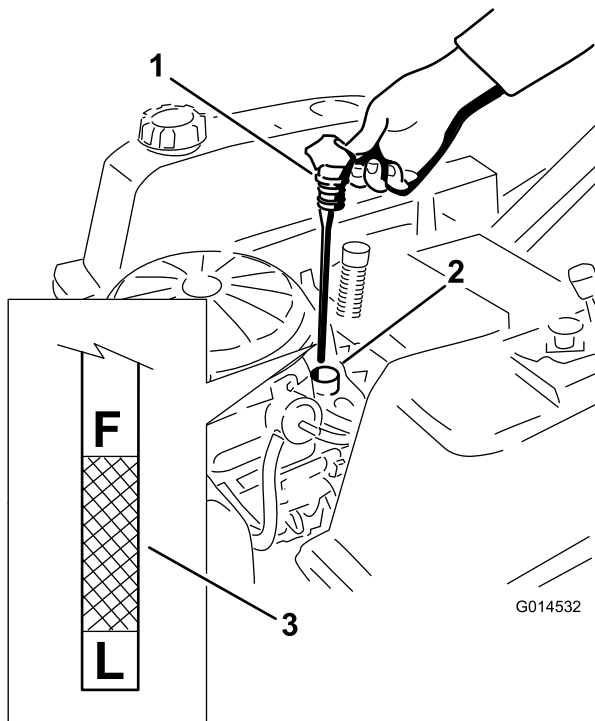
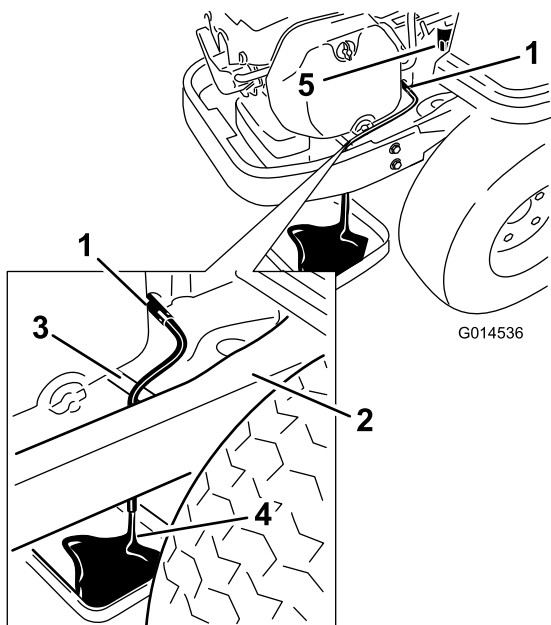

Figure 30
Figure 32
4. Sortez le bouchon de remplissage/la jauge de niveau d'huile et essuyez-la sur un chiffon. Remettez la jauge en place en l'enfonçant au maximum (Figure 30).
5. Sortez de nouveau la jauge et contrôlez le niveau d'huile (Figure 30).
- Placez un bac de vidange sous la machine, juste sous le flexible de vidange, comme montré à la Figure 32.
- Tournez le robinet de vidange d'huile de 1/4 de tour dans le sens anti-horaire pour l'ouvrir et permettre à l'huile de s'écouler (Figure 32). Enlevez le bouchon de remplissage/la jauge (Figure 30).
- Enlevez le filtre usagé et essuyez le socle de montage (Figure 32).
- Fermez le robinet quand la vidange d'huile est terminée. Enlevez le flexible de vidange et essuyez les coulées d'huile sur le cadre (Figure 32).
- Versez avec précaution environ 80 % de la quantité d'huile spécifiée dans le goulot de remplissage (Figure 30).
- Remettez fermement en place le bouchon de remplissage/la jauge d'huile (Figure 30).
- Vérifiez le niveau d'huile (Figure 30) ; voir Contrôle du niveau d'huile.